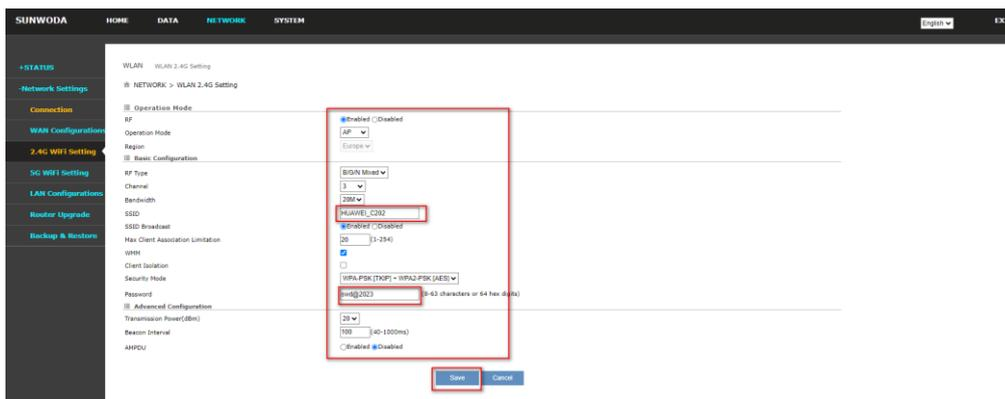

Figura 4.11
(5) Configure WiFi para el gabinete principal en la siguiente página (Figura 4.11).